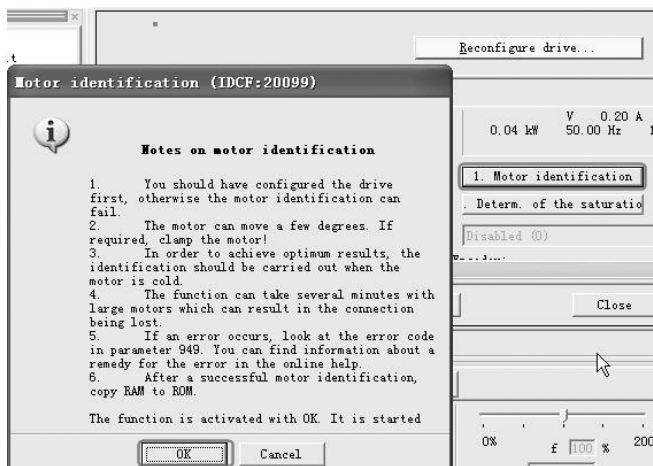

图 11-75 保存设置参数
6) 电动机的参数识别与优化。单击“Motor identification”，再单击“OK”（确定）按钮，如图 11-75 所示。